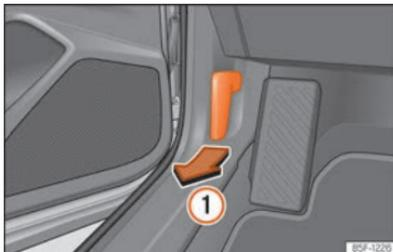

Abb. 207 Entriegelungshebel im Fahrerfußraum.
- Öffnen Sie die Tür und ziehen Sie an dem Hebel unterhalb der Instrumententafel >>> **[Abb. 207] ①**.